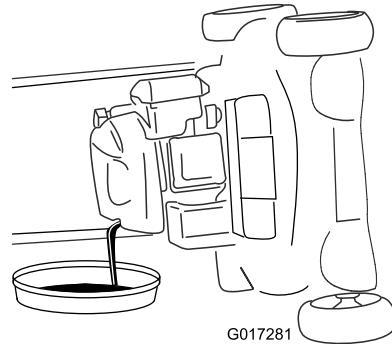

Figura 33
4. Ponga la máquina de lado (de modo que el filtro de aire quede hacia arriba) para drenar el aceite usado a través del tubo de llenado de aceite (Figura 33).